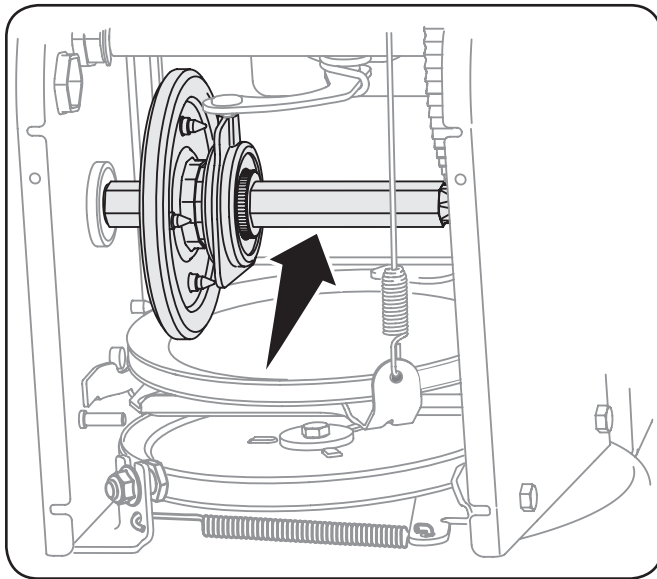

Figura 6-3
4. Aplique una capa ligera de Bostik Grado Regular Never-Seez[®] para el eje hexagonal. Vea la Figura 6-3.